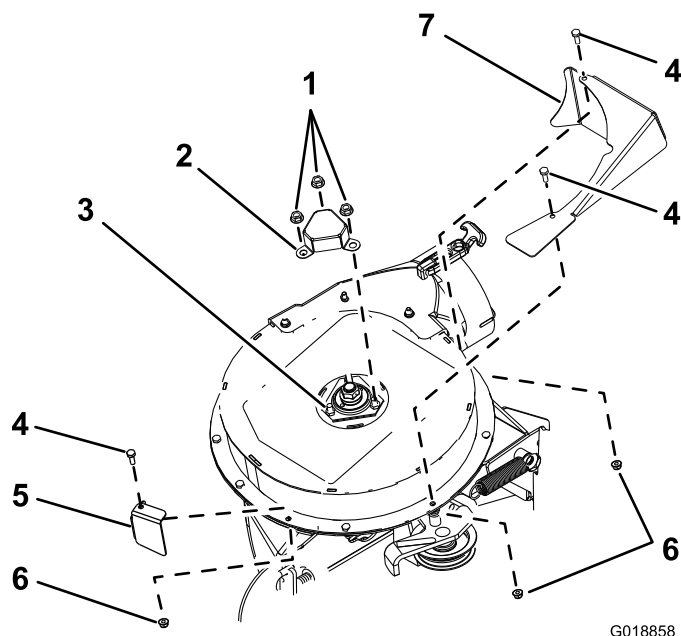

Figura 8
1. Alinee el protector del eje con los 3 pernos y las 3 tuercas que sujetan el alojamiento del cojinete superior (Figura 8).
2. Sujete el protector del eje al soplador con las 3 tuercas dentadas que retiró en el paso 1 de Retirada de la cubierta del eje y las fijaciones (página 4); consulte (Figura 8).
1. Ajuste el protector delantero con la carcasa superior del soplador (Figura 8).
2. Sujete el protector delantero a la carcasa superior del soplador con un perno de cabeza hexagonal (1/4 x 3/4 pulgada) y una contratuerca (1/4 pulgada) que retiró en el paso 3 de Retirada de la cubierta del eje y las fijaciones (página 4); consulte Figura 8.
3. Alinee el protector del tensor con la carcasa superior del soplador (Figura 8).
4. Sujete el protector del tensor a la carcasa superior del soplador con 2 pernos de cabeza hexagonal (1/4 x 3/4 pulgada) y 2 contratuercas (1/4 pulgada) que retiró en el paso 3 de Retirada de la cubierta del eje y las fijaciones (página 4); consulte Figura 8.